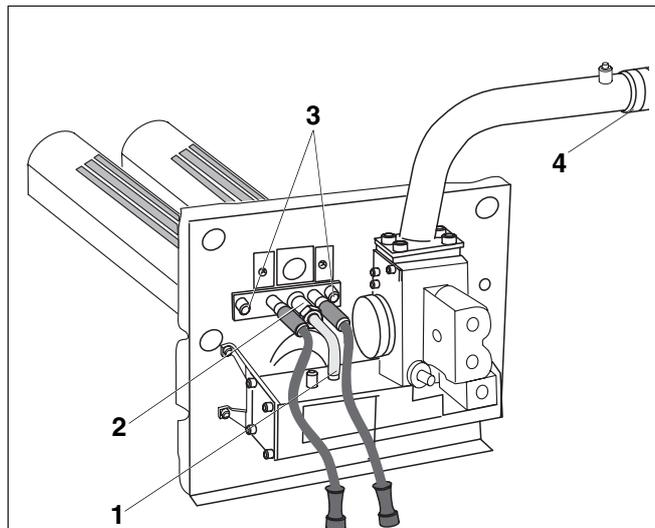

Abb. 42 Gasbrenner
- Startgasleitung (Abb. 42, **Pos. 1**) am Startbrenner (Abb. 42, **Pos. 2**) lösen.
- Die beiden Schrauben am Startbrenner (Abb. 42, **Pos. 3**) lösen und Startbrenner vorsichtig herausziehen.
- Verschraubung (Abb. 42, **Pos. 4**) auf Dichtheit prüfen.